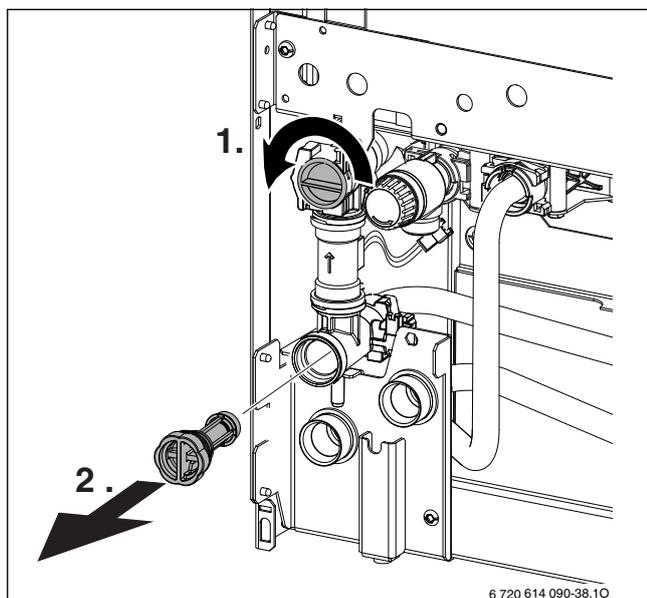

Fig. 47
- ▶ Contrôler l'encrassement du filtre à l'entrée eau froide sanitaire (→ fig 47).